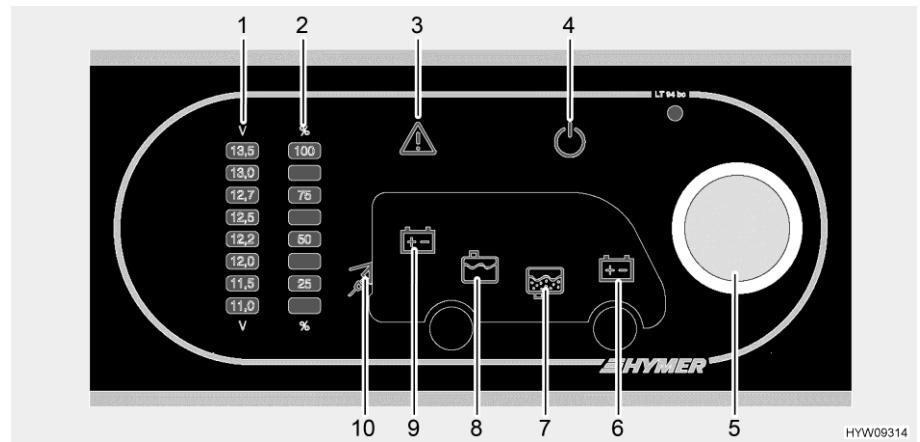

Fig. 103 Pannello di controllo (LT 94)
Il pulsante a rotazione (Fig. 103,5) inserisce o disinserisce il pannello di controllo e l'alimentazione a 12 V dell'abitacolo.
- Premere il pulsante a rotazione (Fig. 103,5): L'alimentazione a 12 V dell'abitacolo è inserita. La spia di controllo a 12 V (Fig. 103,4) diventa verde.
- Premere il pulsante a rotazione (Fig. 103,5): L'alimentazione a 12 V dell'abitacolo è disinserita. La spia di controllo a 12 V (Fig. 103,4) si spegne.
Mediante il pulsante a rotazione (Fig. 103,5) si possono interrogare sia la tensione della batteria dell'abitacolo che la tensione della batteria di avviamento. La tensione viene visualizzata sulla scala indicatore per la tensione della batteria (Fig. 103,1).
- Ruotare il pulsante a rotazione (Fig. 103,5), finché si accende il simbolo della batteria della quale deve essere interrogata la tensione.
Viene indicata la tensione della batteria dell'abitacolo (Fig. 103,9)
Viene indicata la tensione della batteria di avviamento (Fig. 103,6)
- Leggere la tensione sulla scala indicatore della tensione della batteria (Fig. 103,1).
Mediante il pulsante a rotazione (Fig. 103,5) si possono interrogare sia il livello del serbatoio dell'acqua che il livello del serbatoio delle acque grigie. Il livello viene visualizzato sulla scala indicatore livello dei serbatoi (Fig. 103,2).
Indicazione: ■ Ruotare il pulsante a rotazione (Fig. 103,5), finché si accende il simbolo del serbatoio del quale deve essere interrogato il livello.
Viene indicato il livello del serbatoio dell'acqua (Fig. 103,8)
Viene indicato il livello del serbatoio delle acque grigie (Fig. 103,7)
- Leggere il livello sulla scala indicatore del livello serbatoio (Fig. 103,2).
La spia luminosa Alarm (Fig. 103,3) lampeggia non appena i valori limite fissati vengono superati per eccesso o per difetto.
La spia luminosa Alarm (Fig. 103,3) lampeggia non appena la tensione della batteria scende al di sotto di 11 V. Se l'alimentazione a 12 V è accesa, si accende anche il relativo simbolo della batteria (Fig. 103,6 o 9), e l'indicatore "11,0" sulla scala indicatore della tensione della batteria (Fig. 103,1) lampeggia. Rischio di uno scaricamento totale della batteria.
La spia luminosa Alarm (Fig. 103,3) lampeggia ed il relativo simbolo del serbatoio (Fig. 103,7 o 8) si accende non appena il serbatoio dell'acqua è vuoto o il serbatoio delle acque grigie è pieno.
La spia di controllo a 230 V (Fig. 103,10) si accende quando all'ingresso della centralina elettrica è presente una tensione di rete.